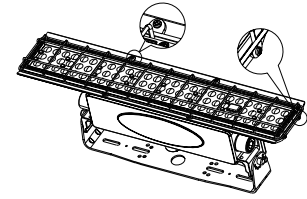

Figure 20
3. Fix the wire guard with screws (The operator should use torsion that over 0.7 N.M) (Figure 20).
3. Fixez le protège-fil avec des vis (l'opérateur doit utiliser une torsion supérieure à 0.7 N.M) (Figure 20).